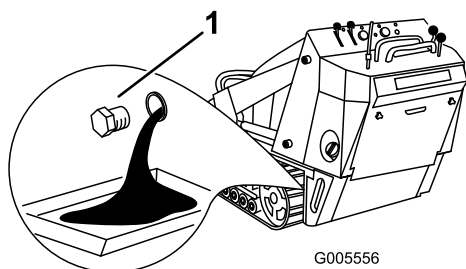

Figura 36
4. Retire el tapón de vaciado (Figura 36).